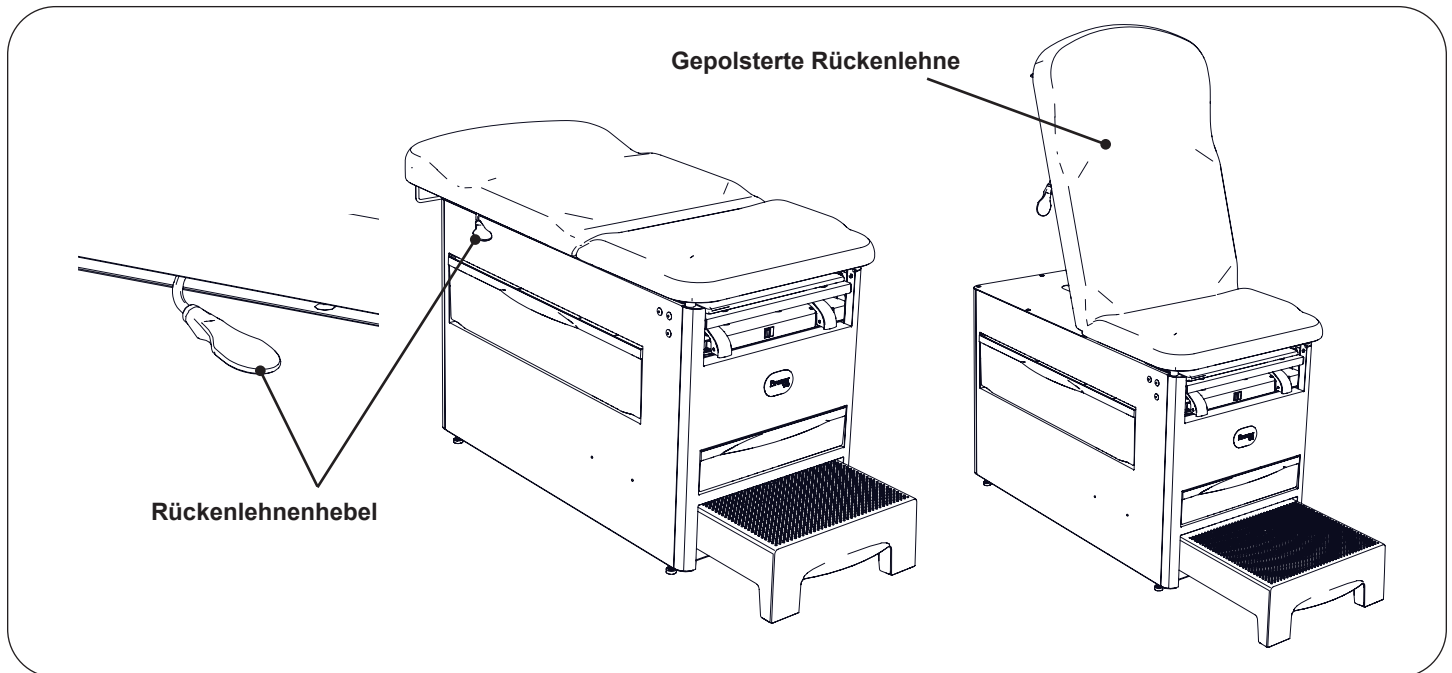

Figure 15. Bedienung der gepolsterten Rückenlehne
1. Drücken und halten Sie den Rückenlehnenhebel, heben Sie die gepolsterte Rückenlehne nach oben, um sie anzuheben (Figure 15). Wenn Sie den Hebel loslassen, wird der Tisch automatisch in der gewünschten Position arretiert.